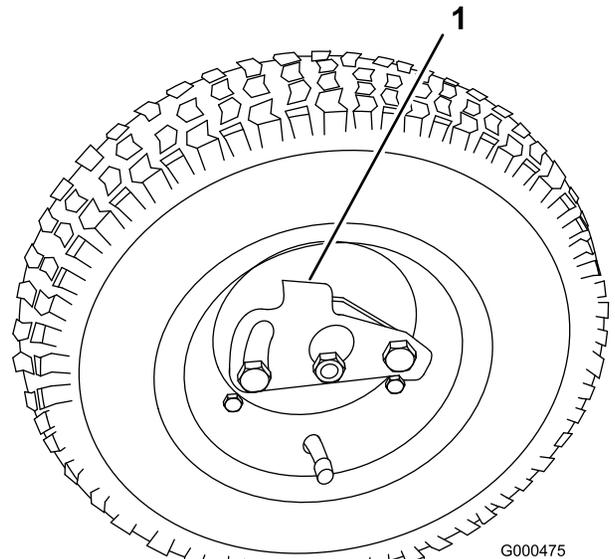

Figura 10
2. Empurre o dispositivo de bloqueio da roda para o centro da roda e deslize a roda na direção do eixo hexagonal (**Figura 10**).